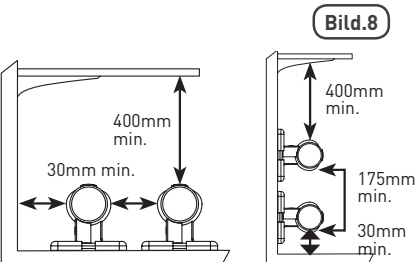

Bild.8
- Ska det fria utrymmet runt värmerören uppfylla anvisningarna i [Bild 8].